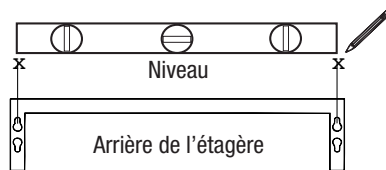

Figure 1
ÉTAPE 1: Choisissez les emplacements d'installation désirés et marquez l'emplacement des encoches en trou de serrure sur le mur aux intervalles appropriés. Utilisez un niveau pour vous assurer que les tablettes seront bien droites, tel qu'illustré à la **Figure 1**.